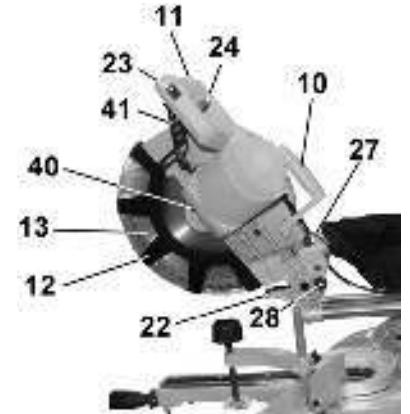

Рис. 6
- 8.2.2. Удерживая пилу за рукоятку (11), переместите её в верхнее положение, как показано на Рис.6.